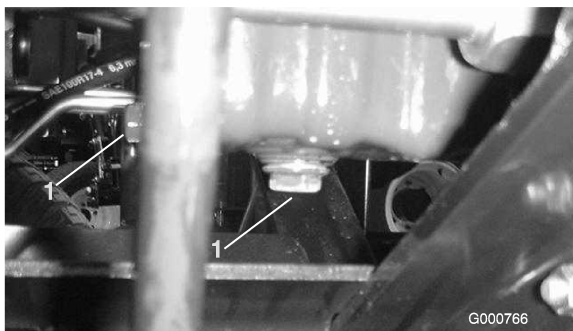

Bild 42
1. Entfernen Sie die Ablassschraube (Bild 42) und lassen Sie das Öl in die Auffangwanne ab. Schrauben Sie die Ablassschraube wieder ein, nachdem das Öl abgelassen ist.